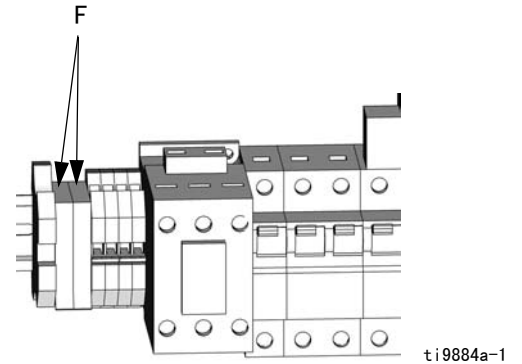

图 7. 风扇保险丝
3. 检查断路器模块左侧的保险丝（F），图 7。若已烧毁，则将其更换。若状态良好，则继续步骤 4。